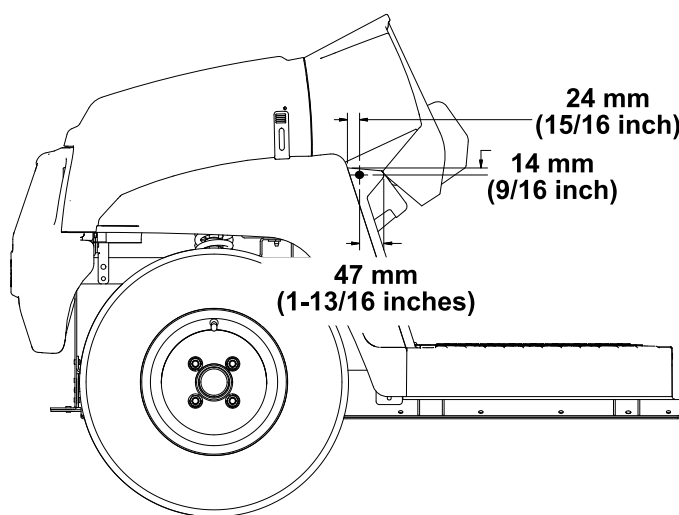

Figura 2
2. Utilizando as dimensões indicadas na Figura 2, faça um furo (5/16 pol.) no exterior da placa dos pés nos lados esquerdo e direito da máquina.